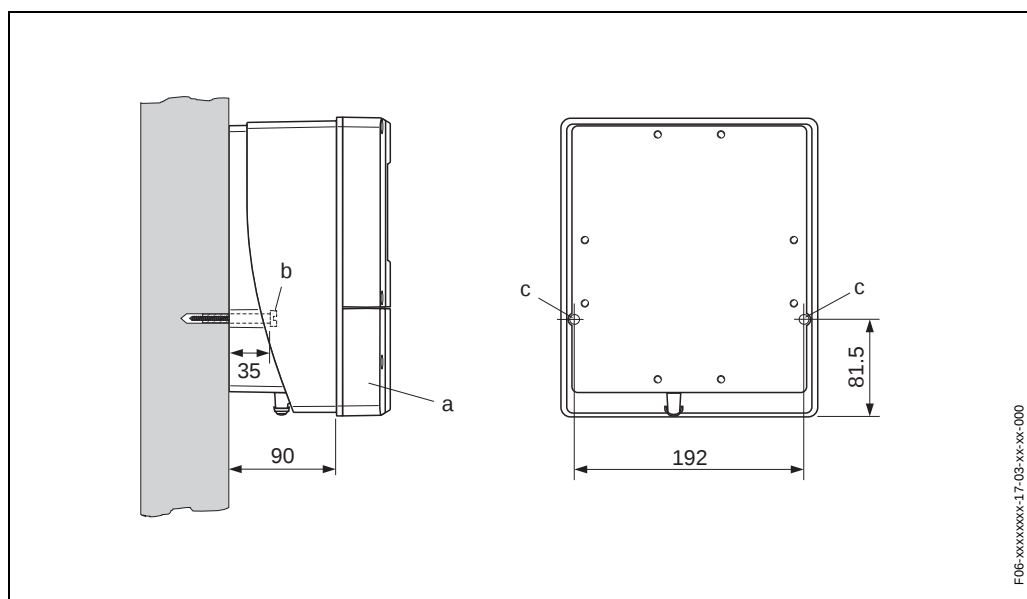

Рис. 37: Монтаж непосредственно на стене
1. Просверлить отверстия как показано на Рис. 37.